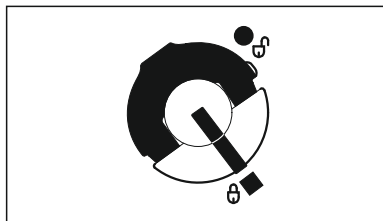

Рис. 48
- Запорное устройство бака зафиксировано (рис. 48).